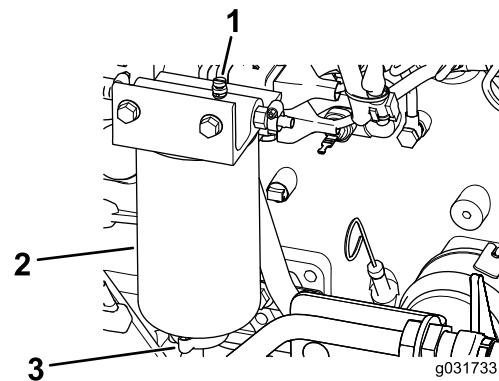

Figura 98
2. Afloje la válvula de vaciado en la parte inferior del filtro (Figura 98).
2. Drene parte del combustible aflojando el tapón de ventilación y abriendo el tapón de vaciado (Figura 98).